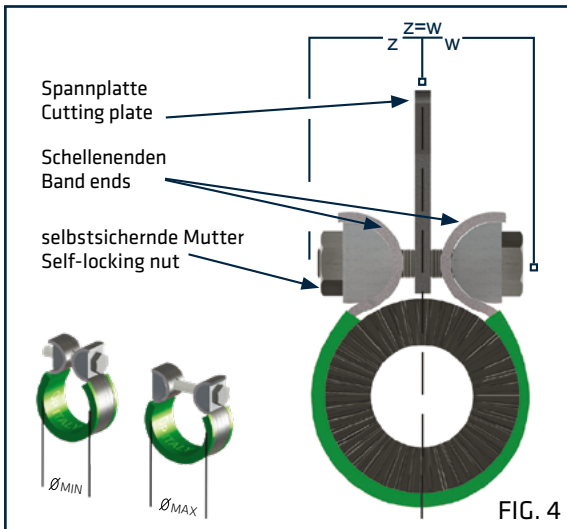

FIG. 4
3. Ziehen Sie nun die Schraube der Schelle soweit fest, dass die Kunststoffmanschette im Inneren der Schelle komplett am Schlauch anliegt und sich die Schelle nicht mehr bewegt. Achten Sie dabei darauf, dass die Schellenenden die Spannplatte nicht blockieren. Ziehen Sie nun die mitgelieferte selbstsichernde Mutter fest (Abbildung 4), da dies eine korrekte Klemmung an der Außenfläche des Schlauches und die Ausdehnung des Schlauches während des Arbeitszyklus ermöglicht;
3. Fasten the band screw until the internal seal is in perfect contact with the hose and the clamp is blocked, ensuring that the ends of the clamp do not grip the cutting plate. Then fix the system in position using the self-locking nut provided (figure 4), as this will allow a correct clamp adhesion to the external surface of the hose and the swelling of the hose during its working cycle;
- Ziehen Sie nun die Schraube der Schelle soweit fest, dass die Kunststoffmanschette im Inneren der Schelle komplett am Schlauch anliegt und sich die Schelle nicht mehr bewegt. Achten Sie dabei darauf, dass die Schellenenden die Spannplatte nicht blockieren. Ziehen Sie nun die mitgelieferte selbstsichernde Mutter fest (Abbildung 4), da dies eine korrekte Klemmung an der Außenfläche des Schlauches und die Ausdehnung des Schlauches während des Arbeitszyklus ermöglicht.
Fasten the band screw until the internal seal is in perfect contact with the hose and the clamp is blocked, ensuring that the ends of the clamp do not grip the cutting plate. Then fix the system in position using the self-locking nut provided (figure 4), as this will allow a correct clamp adhesion to the external surface of the hose and the swelling of the hose during its working cycle.